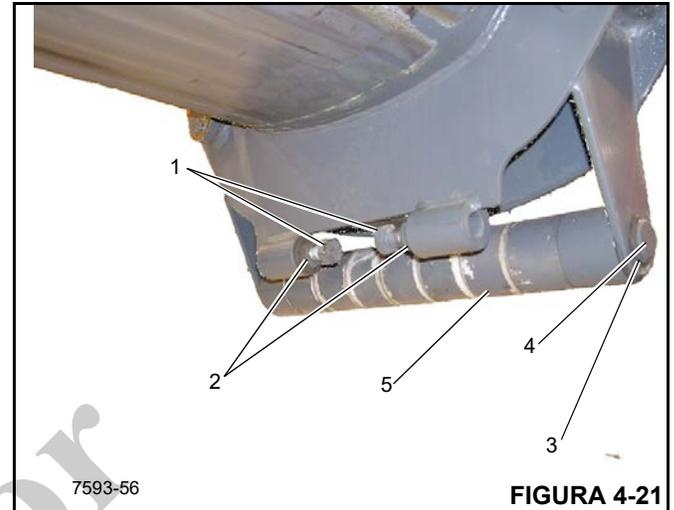

FIGURA 4-21
3. Retire las cuatro correderas (2) y los suplementos de los rieles superior e inferior en la parte trasera de la sección.
9. Retire las contratuercas (2) y los pernos centradores (1) (Figura 4-21) superiores e inferiores de ambos lados.
10. Retire los dos anillos elásticos (3) (Figura 4-21) y el eje del puente (4) y los rodillos (5) de soporte del rodillo en la parte inferior de la sección.